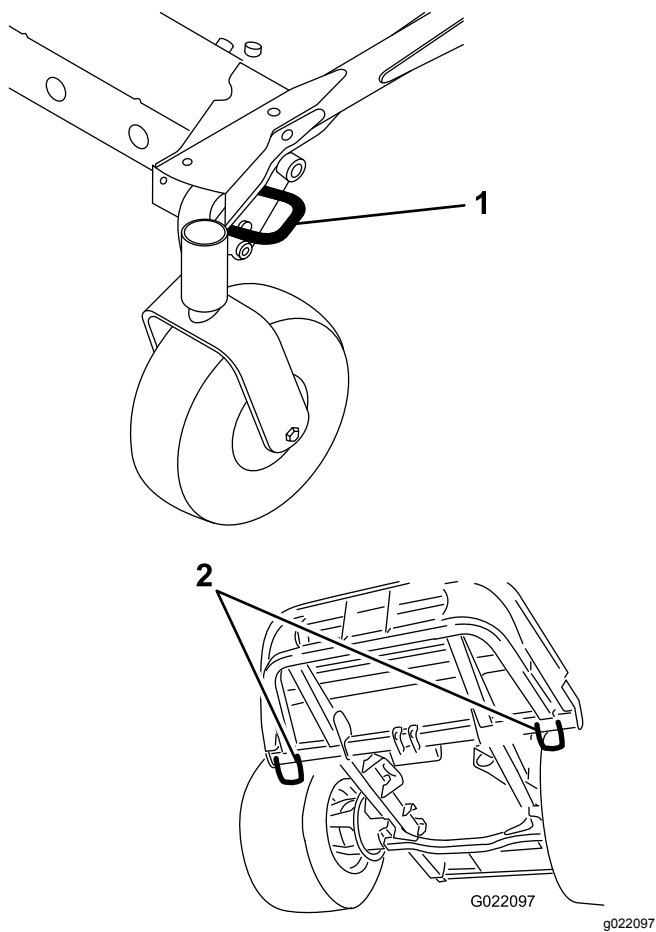

Figura 47
- Sujete la máquina firmemente al remolque o al camión con cadenas, correas, cables o cuerdas, según lo estipulado en la normativa de tráfico local (Figura 47).